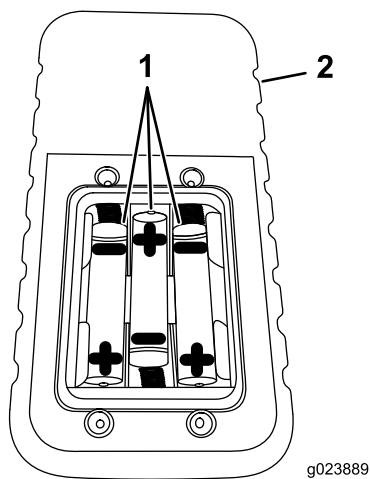

Figura 61
4. Instale 3 pilhas AAA novas no sentido mostrado em Figura 61.